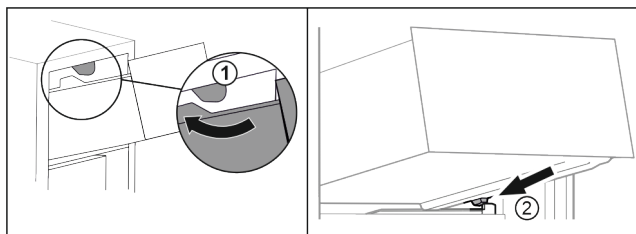

Fig. 89
- Ved'te zásuvku podél horních zarážek. Fig. 89 (1)
- Nasad'te zásuvku šikmo za dolní zarážky na žebrování na nádoby. Fig. 89 (2)